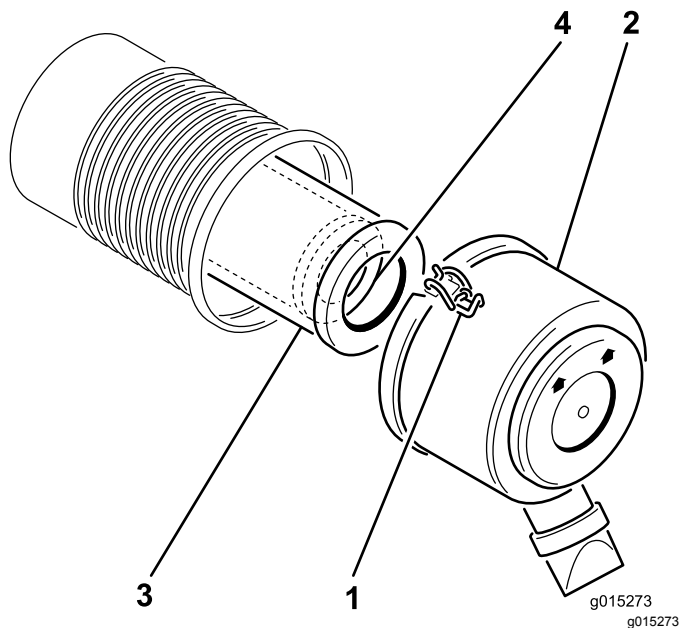

Рисунок 14
2. Расфиксируйте защелки, фиксирующие крышку воздухоочистителя на его корпусе. Отделите крышку от корпуса (Рисунок 14).
4. Осторожно извлеките фильтр грубой очистки из корпуса воздухоочистителя (Рисунок 14).
2. При замене контрольного фильтра осторожно вложите его в корпус фильтра (Рисунок 14).
3. Осторожно вставьте фильтр грубой очистки поверх контрольного фильтра (Рисунок 14).
- Установите крышку воздухоочистителя таким образом, чтобы сторона с обозначением Up (Вверх), была обращена вверх, и закройте защелки (Рисунок 14).